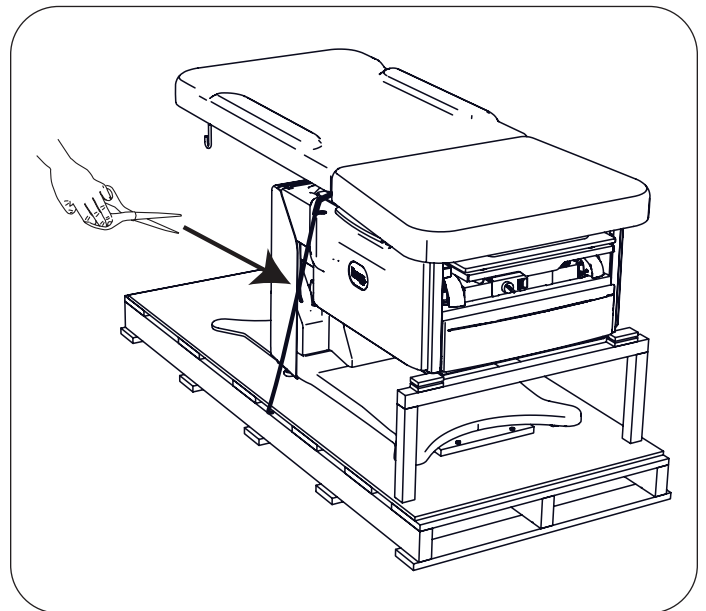

Figure 7. Couper la sangle de transport
7. Couper la sangle de transport et la mettre au rebut ainsi que le tube en mousse (Figure 7).